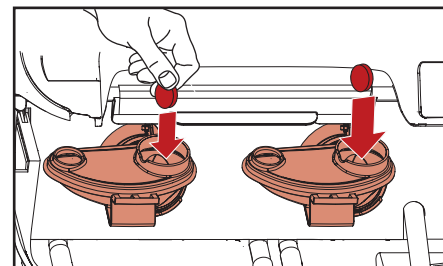

Fig. 5.6 - Werp Rinza tabletten in
4. Werp een Rinza reinigingstablet in beide mixerkommen (fig. 5.6).
- h. Werp een Rinza reinigingstablet in beide mixerkommen (fig. 5.6).